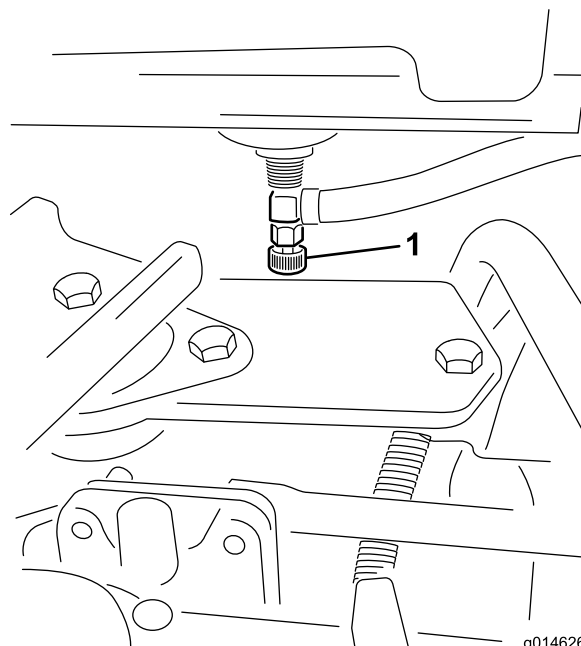

Figura 44
1. Feche a válvula de corte de combustível (Figura 44) por baixo do depósito de combustível.